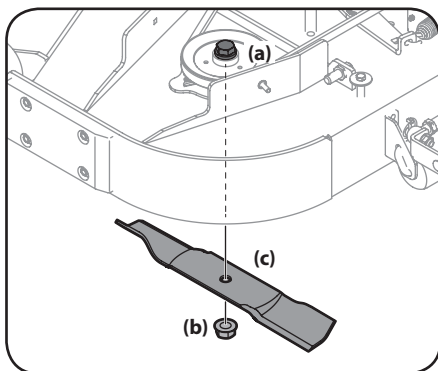

Figure 4-19
4. À l'aide d'une clé à douille de 1 1/8", retenez le boulon hexagonal (a) du côté de la poulie de fusée. Voir Figure 4-19.